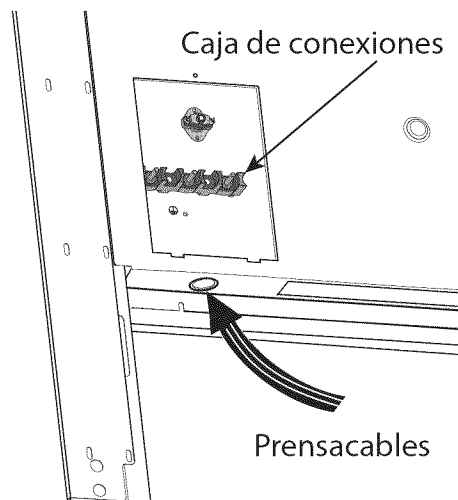

Figura 11: Ubicación del prensacables
Localice la caja de conexiones en la parte trasera del aparato y quite la cubierta (consulte la *Figura 11*). Se debe fijar el conducto a la caja de conexiones utilizando un conector de conducto aprobado. Se debe conectar la extremidad libre del conector de conducto a una caja de conexiones instalado en la zona de alimentación eléctrica, como se muestra en la *Figura 4 en la página 8*.
Instale un prensacables (no incluido) en el orificio de 1 pulg. (25,4 mm) de diámetro situado debajo de la caja de conexiones (vea la *Figura 11*). El cableado del aparato debe llegar hasta la caja de conexiones mediante el conducto, pasando a través del prensacables. Las extremidades de los cables deben tener fijadas lengüetas cerradas de 1/4 pulg., preferentemente soldadas en su lugar. Realice las conexiones a la caja de conexiones incluida.
1. Localice la caja de conexiones en la parte trasera del aparato y quite la cubierta (consulte la *Figura 11*).
3. Instale el prensacables (no incluido con la estufa) en el orificio de 1 pulg. (6 mm) de diámetro situado en el panel trasero, debajo de la caja de conexiones (vea la *Figura 11*). Pase los cables por el prensacables.